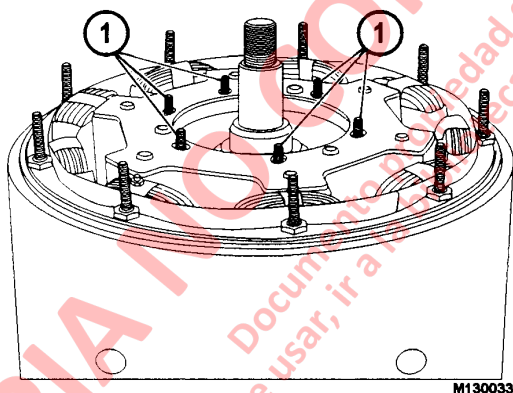

FIGURA 13-32
1. Coloque el conjunto del rotor en el conjunto de eje y núcleo dentro del conjunto de estator, bobina de campo y casco (Figura 13-32).
Nota: Alinee los orificios de los espárragos o pernos del núcleo con las marcas grabadas sobre el rotor, o centre los orificios de los espárragos o pernos del núcleo en el centro de las ranuras de la placa del rotor como se muestra en la Figura 13-32.